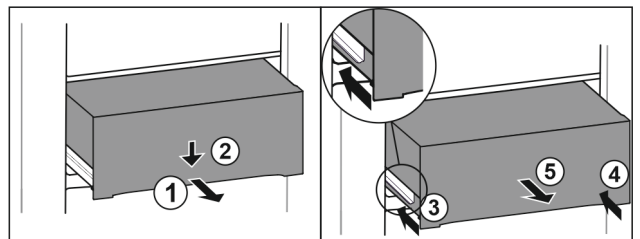

Fig. 179
- Izvucite ladicu na pola. Fig. 179 (1)
- Pritisnite ladicu naprijed prema dolje. Fig. 179 (2)
- Gurnite lijevu vodilicu za oko 2 cm. Fig. 179 (3)
- Gurnite desnu vodilicu za oko 2 cm. Fig. 179 (4)
- Izvadite ladicu prema naprijed. Fig. 179 (5)